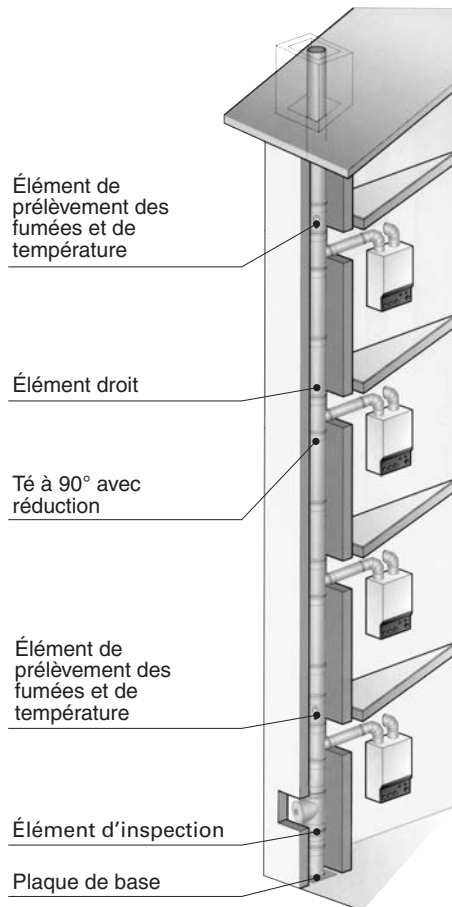

FIG. 7A. CONDUIT DE FUMÉE SIMPLE PAROI
5.3. Schéma de montage pour conduit de fumée collectif pour les chaudières de type C (Fig. 7A)
- Positionner au-dessus du dernier Té à 90°, un élément de prélèvement des fumées et de température comme sur la fig. 7A.